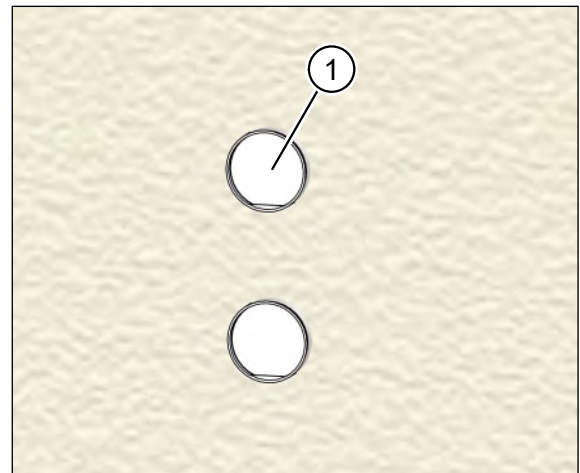

Abb. 24: Montageset außen verputzt
- ▶ Entfernen Sie beide Putzschutzhülsen (Pos. 1 in Abb. 24).